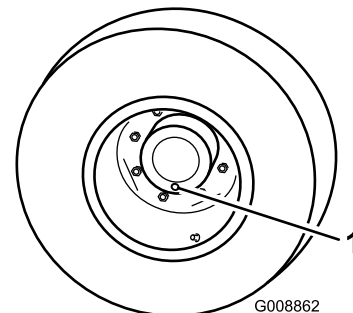

Figura 58
1. Con la máquina en una superficie nivelada, coloque una rueda de manera que uno de los tapones de verificación esté en la posición más baja (posición de las 6) (Figura 58).